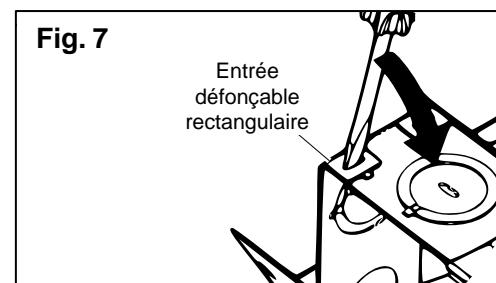
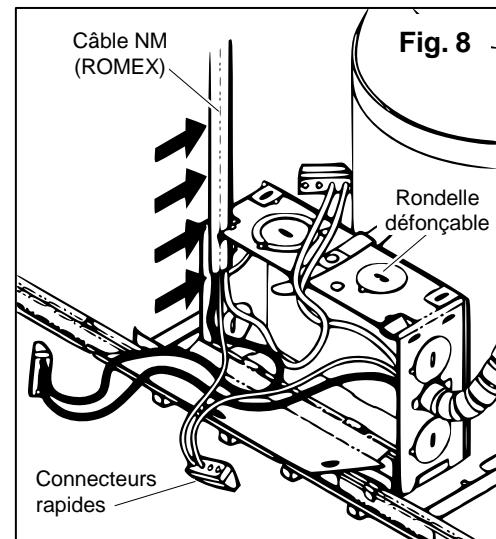

Fig. 7
Fig. 8
- CÂBLE BX (ARMÉ)** : Enfoncez une des rondelles défonçables (**FIG. 8**) à l'aide d'un tournevis. Fixez un connecteur de câble BX de taille adéquate dans l'ouverture de l'entrée défonçable. Passez le câble BX dans le connecteur, en laissant dépasser une longueur de 15,3 cm à l'intérieur de la boîte de jonction. Serrez le connecteur pour fixer le câble en place.
- CÂBLE NM (ROMEX)** : Enfoncez une des entrées défonçables rectangulaires situées sur le dessus de la boîte de jonction à l'aide d'un tournevis, créant ainsi une fente. (**FIG. 7**) Glissez le câble NM à l'intérieur de la fente, tel qu'illustré, en vous assurant de laisser dépasser une longueur de 15,3 cm à l'intérieur de la boîte de jonction. (**FIG. 8**)